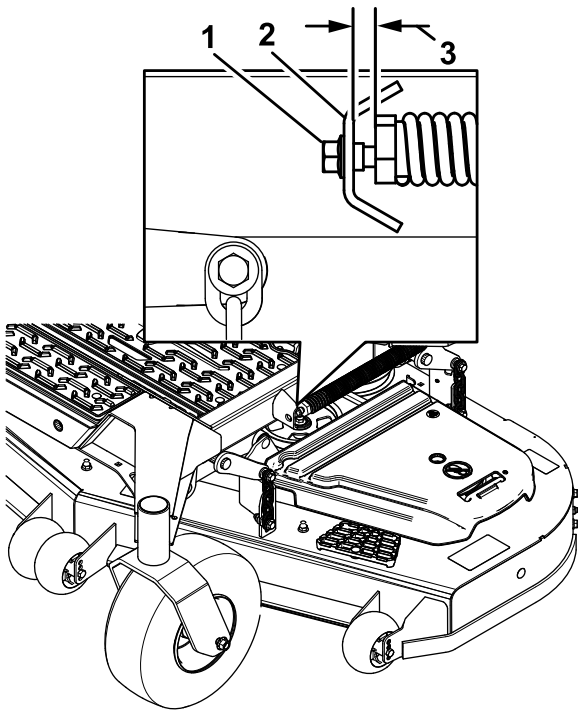

Bild 84
10. Lösen Sie langsam die Einstellschraube an der Feder der Hubhilfe, bis Sie die Schraube entfernen können (Bild 84).